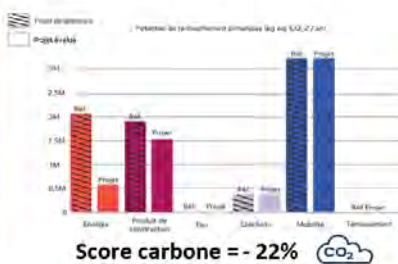

Figure 1
- Les « **score énergie** » et « **score carbone** », qui permettent de situer les performances du projet étudié par rapport à une référence définie par la méthode et adaptée au contexte, puisqu'il s'agit du même projet (même localisation, même programme et même forme urbaine) auquel on applique des niveaux de performance « business as usual », des matériaux classiques (béton, acier), une performance énergétique au minimum réglementaire (RT2012 puis RE2020), etc. Ces scores peuvent être facilement visualisés avec un histogramme montrant la contribution des principales composantes du projet (cf. figure 1 de la présentation schématique des deux fonctionnalités).